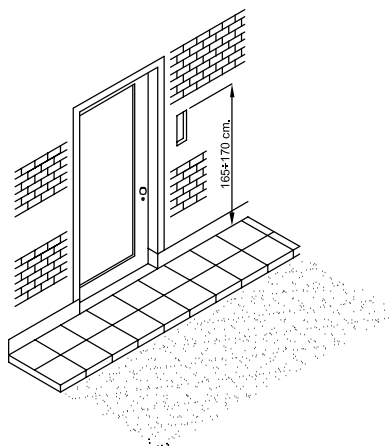

Fig.4
- Fissare la scatola di protezione (1) alle quote mostrate in Fig.4, utilizzando le quattro viti ed i relativi tasselli ad espansione (3).
- Proseguire come previsto per il montaggio da incasso a partire dal punto d), tenendo presente che al punto f), la cerniera (6) del supporto (5) va inserita nell'apposita sede della scatola di protezione (1).